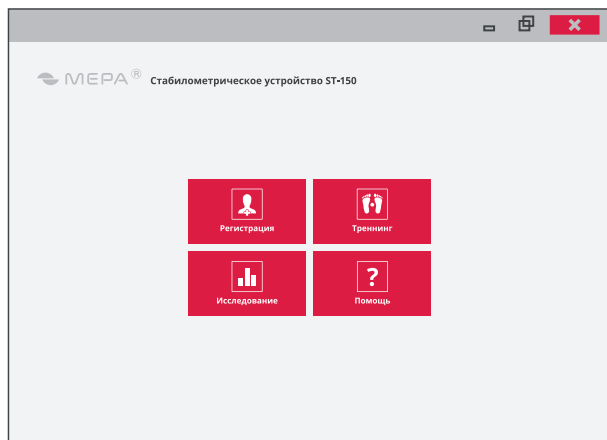

Рисунок 5 - Главное меню программы STPL
2.3.1 Для начала работы с прибором ST запустить управляющую программу, входящую в комплект поставки, при этом на экране компьютера после загрузки программы появится экранная форма, например, как на рис. 5.